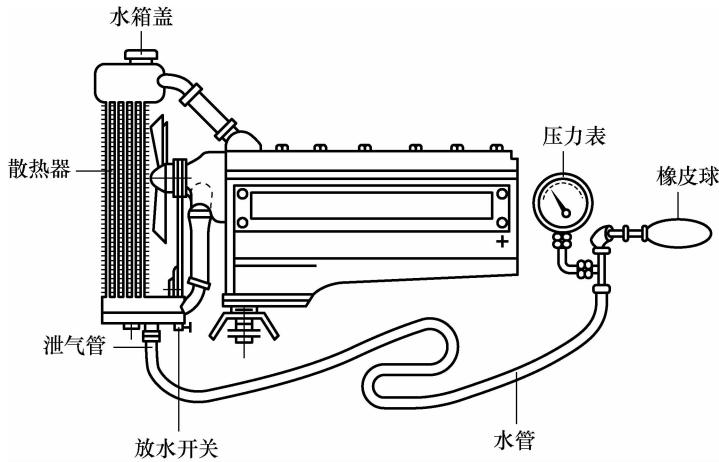

图 2-47 散热器渗漏的检验
(1) 散热器渗漏的检验。散热器渗漏可用气压表来检验,如图 2-47 所示。